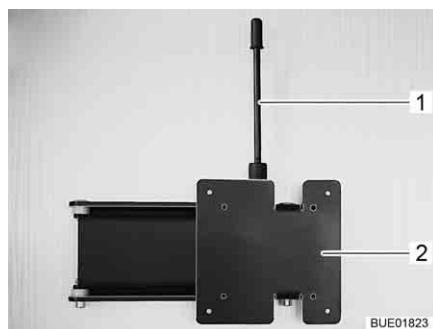

Fig. 104 Support mural
- Tirer le levier de déverrouillage (Fig. 104,1) vers le haut et pivoter le support (Fig. 104,2) et l'écran plat pour les amener en position souhaitée.